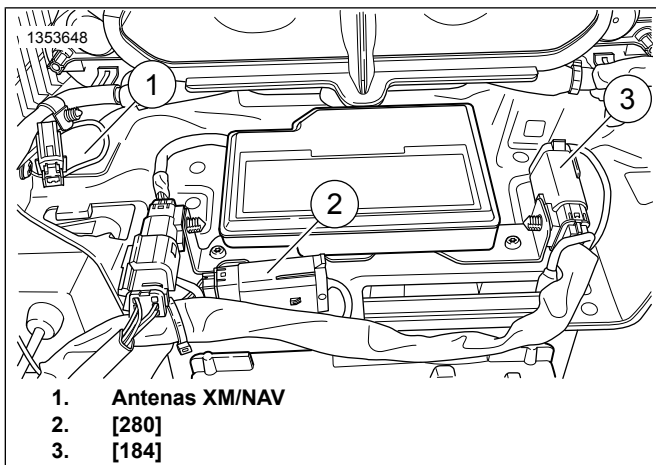

Figura 9. Reubicación del conector
3. Vea la Figura 9. Inserte el conector [184] y los anclajes de los conectores [280] en la pieza de soporte del amplificador y, si está presente, coloque las antenas SiriusXM y NAV.